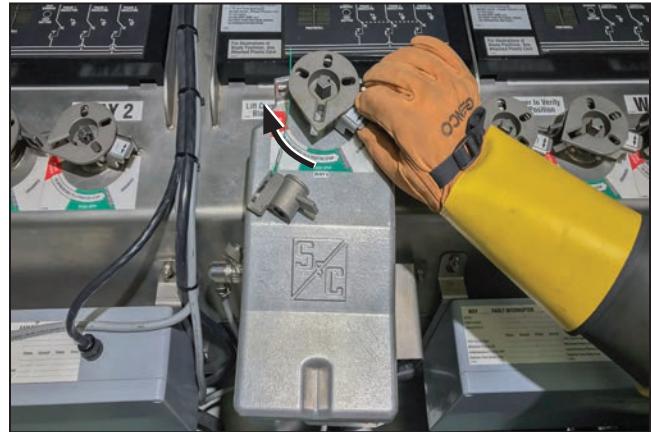

Figura 31. Gire el selector de operación fuera de la vía.
PASO 6. Si el selector de operación está bloqueando la operación, gire el selector de operación fuera de la vía, como se muestra en la Figura 31. Puede ser necesario extraer la llave de bloqueo mecánico de operación eléctrica para mover el selector de operación. El selector de operación impide la operación accidental del moto operador. Vuelva a colocar la llave de bloqueo mecánico. Ver Figuras 32 y 33.